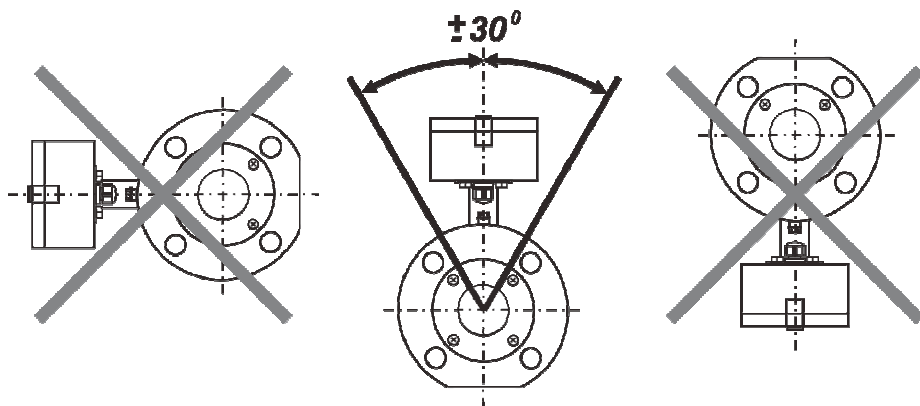

Рисунок 2.5 – Допустимый сектор установки расходомера
- не допускается при монтаже расходомера на объекте ориентировать его электронным блоком вниз (смотрите рисунок 2.5);
При монтаже расходомера в горизонтальные и наклонные трубопроводы систем отопления и ГВС требуется ориентировать расходомер так, чтобы электронный преобразователь находился в промежутке от 0° до 30° по отношению к вертикальной оси, рисунок 2.5.